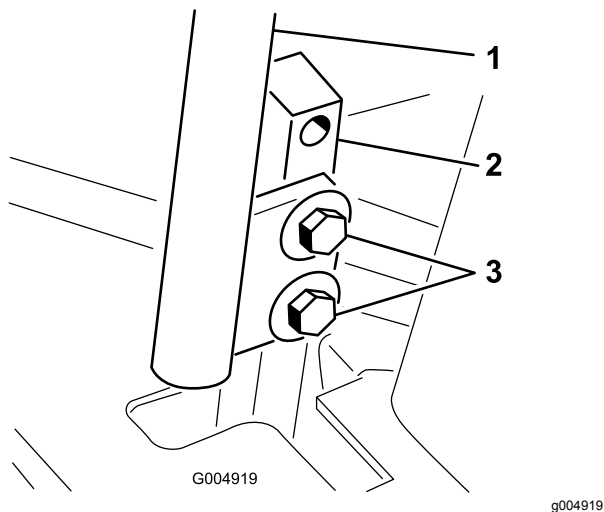

Figura 54
3. Allentate i bulloni che fissano le leve di controllo (Figura 54).